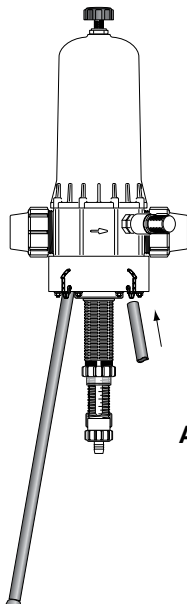

Abb. 1
- Einfügen der Beine in die vorgesehenen Löcher (**Abb. 1**).